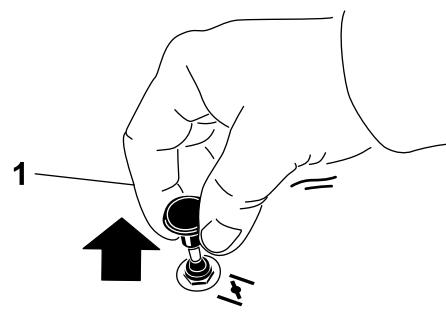

Figura 12
1. Tire hacia arriba del mando para engranar el estárter antes de usar el interruptor de encendido (Figura 12).
2. Presione hacia abajo sobre el mando del estárter para desactivar el estárter cuando el motor haya arrancado (Figura 12).